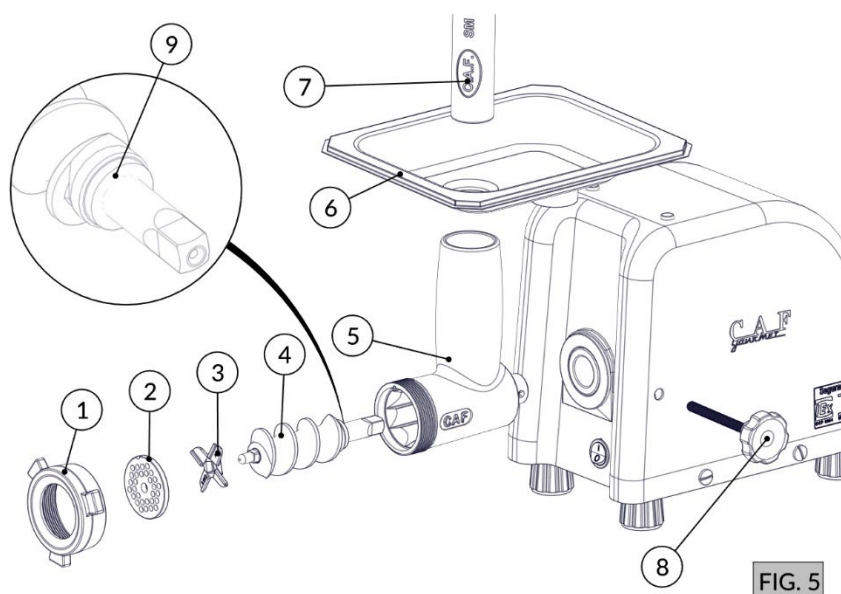
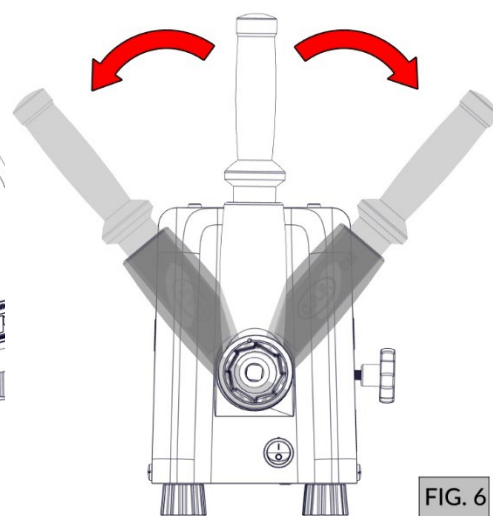

FIG. 5
FIG. 6
1. Retire o soquete (Item 7 - FIG. 5);
2. Retire a bandeja (Item 6 - FIG. 5);
3. Solte o volante (Item 1 - FIG. 5);
4. Retire o disco (Item 2 - FIG. 5);
5. Retire a cruzeta (Item 3 - FIG. 5);
6. Retire o caracol (Item 4 - FIG. 5) assegurando que ele está com a arruela (Item 9 - FIG. 5), item importante para o bom funcionamento da máquina;
7. Solte o manípulo (Item 8 - FIG. 5);
8. Para soltar o bocal (Item 5 - FIG. 5) coloque o soquete (Item 7 - FIG. 5) dentro do bocal e pressione-o lateralmente, como uma alavanca conforme (FIG. 6).